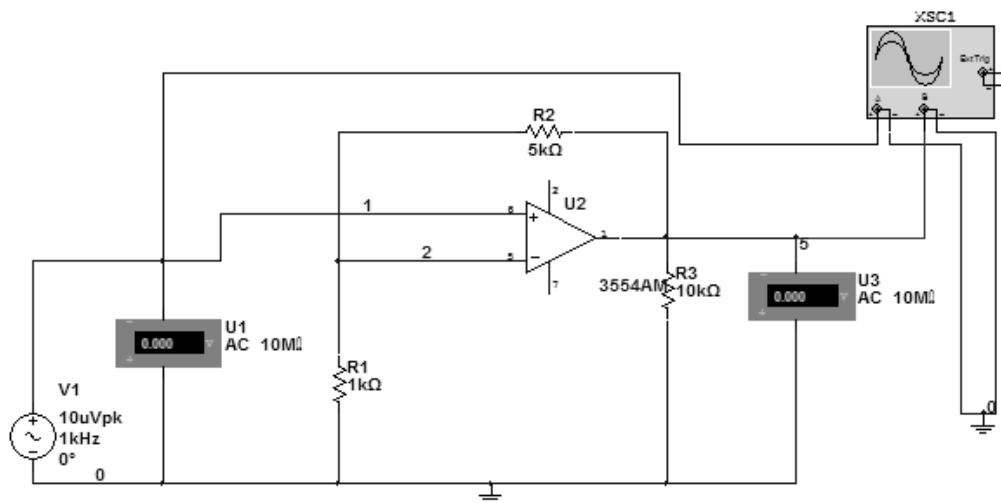

Рис. 5
1) неинвертирующего ОУ с ООС (неинвертирующий ОУ с ООС) (рис. 5)